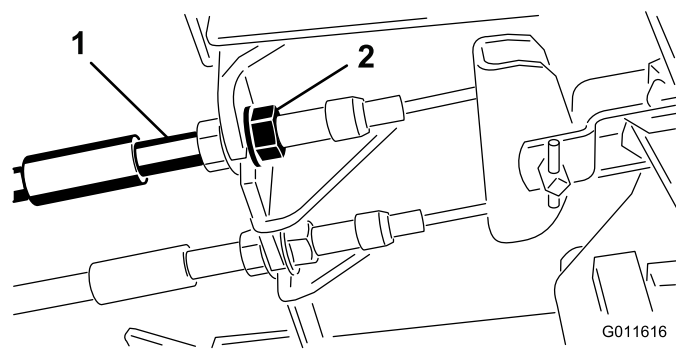

Figura 95
1. Para reduzir a folga dos pedais dos travões, aperte os travões desapertando a porca dianteira que se encontra na extremidade roscada do cabo dos travões (Figura 95).